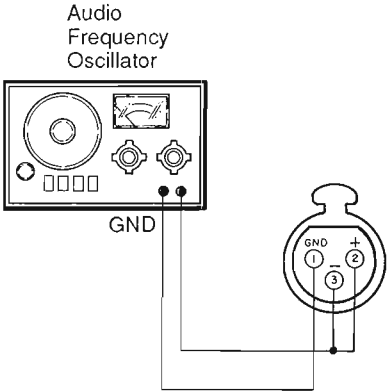

Fig. 13
Apply a 1.5KHz, 15dB (4.35Vrms) sine wave signal to this input (refer to figure 13).
- ① Lchのアナログイン（XLR-3-31）のホット（2ピン）とコールド（3ピン）の両端子をショートして、1 KHz 15dBs (4.35 V)の正弦波の信号を入力する。（Fig.13）
- ② TP700の同相信号レベルが最小になるようにVR703を調整する。
- ③ 同様にRchのアナログイン（XLR-3-31）のホット（2ピン）とコールド（3ピン）の両端子をショートして、1 KHz 15dBs (4.35 V)の正弦波の信号を入力する。（Fig.13）
- ④ TP701の同相信号レベルが最小になるようにVR704を調整する。
- ① テストディスクTX911730（SONY YEDS-18）をセットしてディスク装着用重りで固定する。
- ② アナログアウト（XLR-3-32）のホット（2ピン）とコールド（3ピン）の端子に600Ωの抵抗を接続する。
- ③ トラック2（1 KHz 0 dB）をプレーし、ホット（ピン）とコールド（3ピン）の出力レベルが12dBm $\pm$ 0.5 dBになるようにそれぞれのVRを調整する。